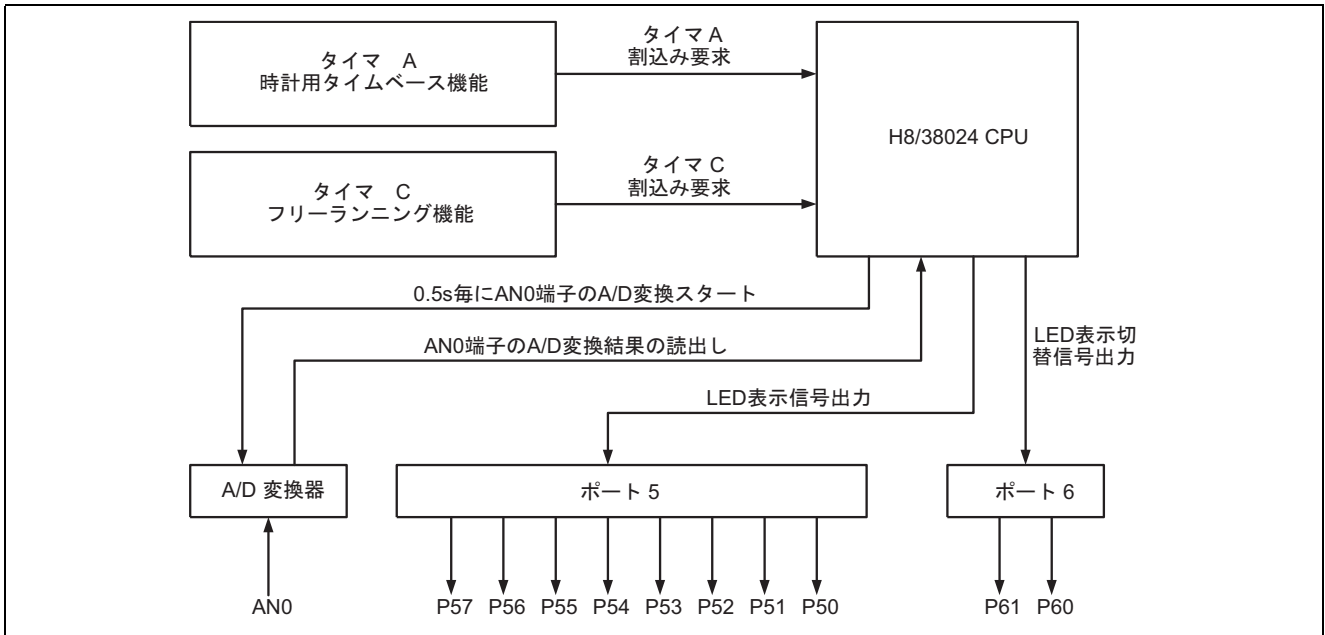

図 5 使用機能ブロック図
1. 図 5 に本タスク例における H8/38024 の使用機能のブロック図を、表 2 に機能割付を示します。